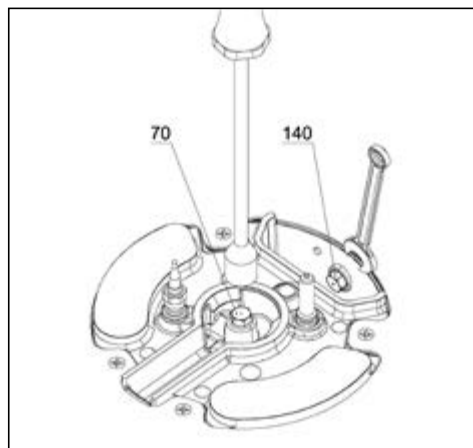

FIG. 2
- rimuovere gli ugelli con una chiave da 7 mm e sostituirli con l'ugello a norma per il tipo di gas desiderato. (fig. 2)